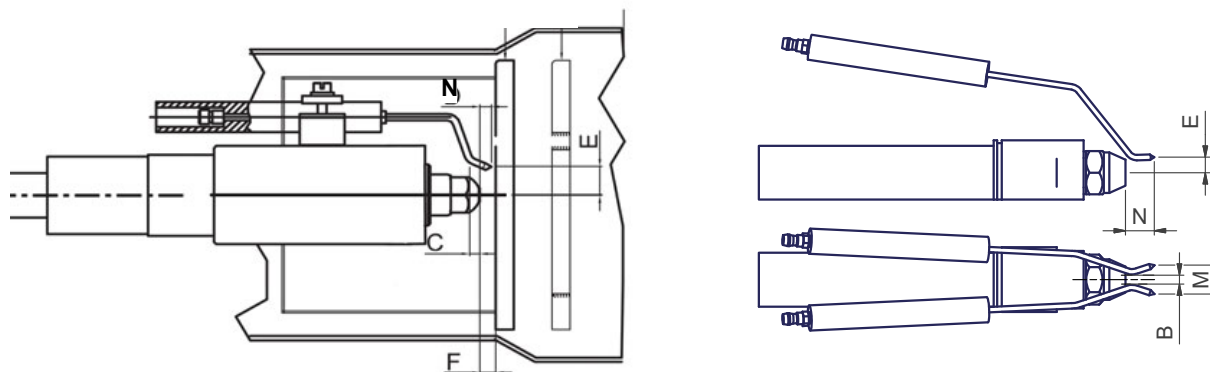

Fig. 26
- Svitare i connettori nafta **E** (Fig. 26) che fissano i flessibili nafta alla lancia **L** e rimuovere il gruppo completo come mostrato in figura.
- 4 per sostituire gli elettrodi, svitare le viti di fissaggio **VE** dei due elettrodi e sfilarli: inserire i nuovi elettrodi e prestare attenzione alle quote indicate in mm a Fig. 26; procedere al rimontaggio seguendo la procedura inversa.